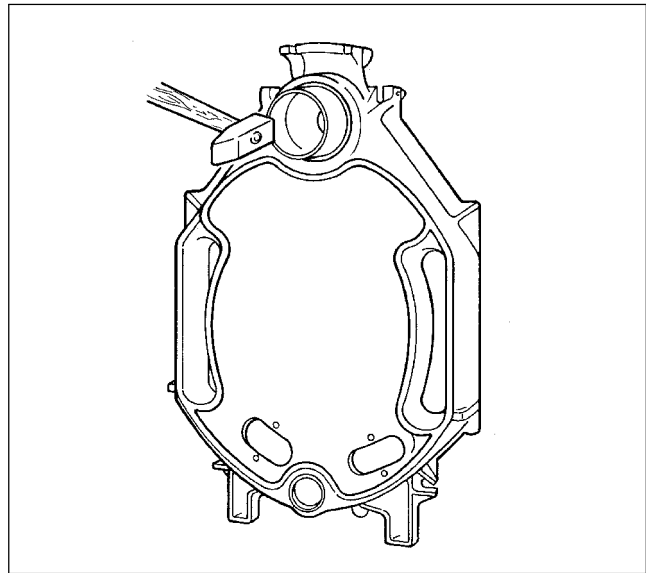

Abb. 10
- Nippel gerade in die obere (Gr.4, 181/70) und untere (Gr. 1, 82/50) Nabe des Hintergliedes einsetzen und mit kräftigen Hammerschlägen über Kreuz einschlagen, eventuell entstandenen Grad mit einer Feile entfernen (Abb. 10).